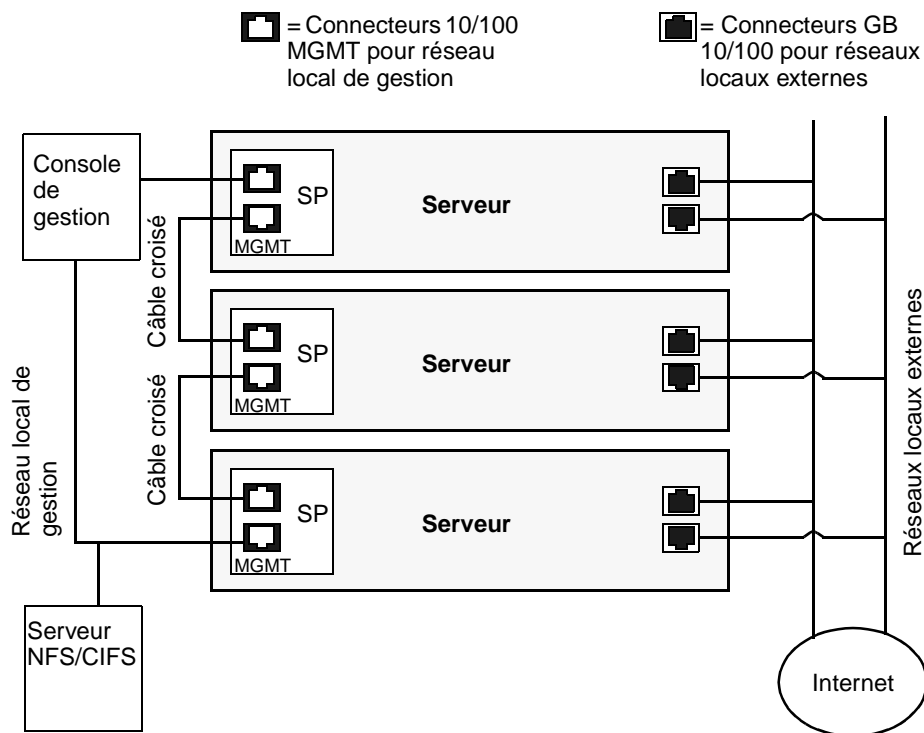

FIGURE 1-10 Architecture en guirlande
Vous pouvez connecter plusieurs serveurs en guirlande en utilisant les connecteurs de gestion (MGMT) du processeur de maintenance (SP) pour créer un réseau local de gestion, comme indiqué FIGURE 1-10. Cette figure montre comment les serveurs sont connectés à des réseaux locaux externes en utilisant les connecteurs Gigabit de la plate-forme.